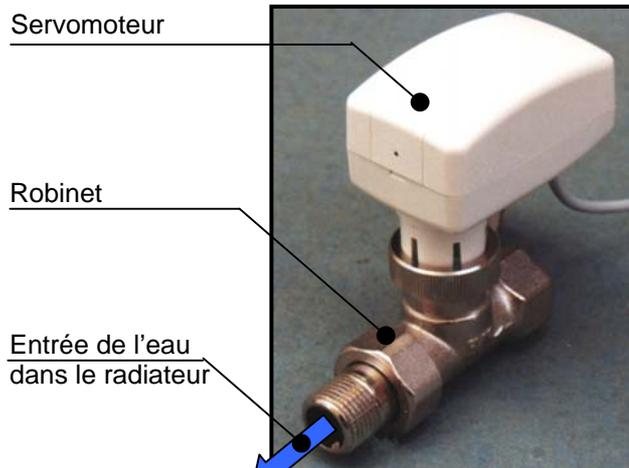

Figure 3 : Servomoteur (Réglage automatique)
- 3^{ème} solution « Réglage automatique » : Emploi d'un **SERVOMOTEUR**. Le servomoteur OVENTROP (réf. 101 27 00) (figure 3), support du TP, est piloté par un thermostat électronique externe et permet un réglage progressif du robinet à l'entrée du radiateur. Il permet une régulation précise de la température dans la pièce. Le fonctionnement du moteur est très silencieux et la puissance absorbée est minime. Ce servomoteur est équipé d'une reconnaissance automatique de la position zéro et d'une fonction anti-blocage servant à éviter un grippage de la tige du robinet. Pour cette dernière fonction, le robinet est ouvert et fermé complètement par le servomoteur une fois par 24 heures puis remis dans sa position initiale.